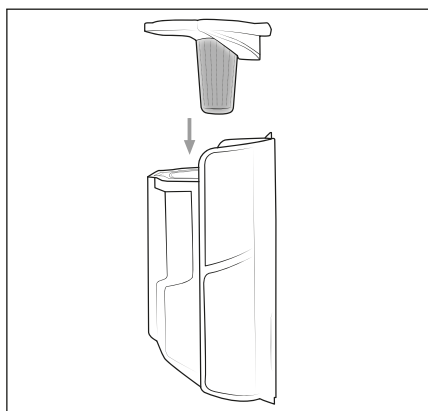

Fig. 19
- 6) Sæt filteret af rustfrit stål ⑥ ind i støvbeholderen ⑦, og tryk det ned, indtil det sidder fast i støvbeholderen ⑦ (se fig. 19).